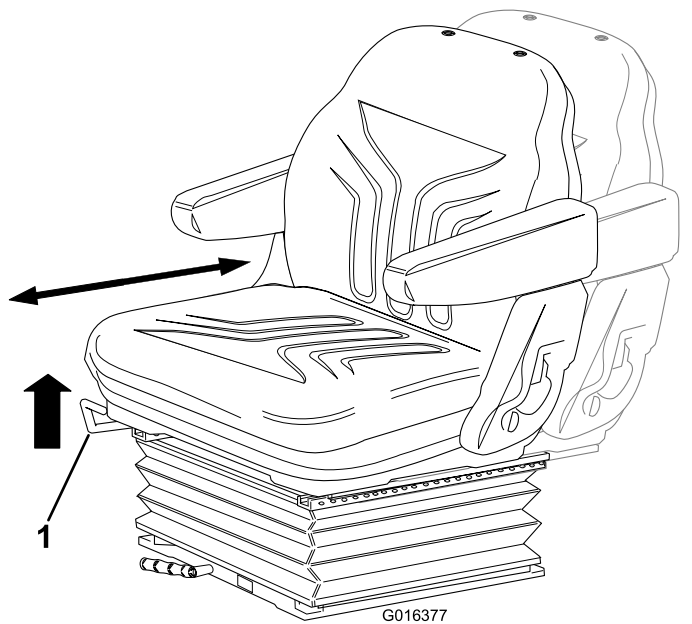

Bild 22
- Schieben Sie den Hebel nach oben, um den Sitz nach vorne oder hinten zu verstellen (Bild 22).